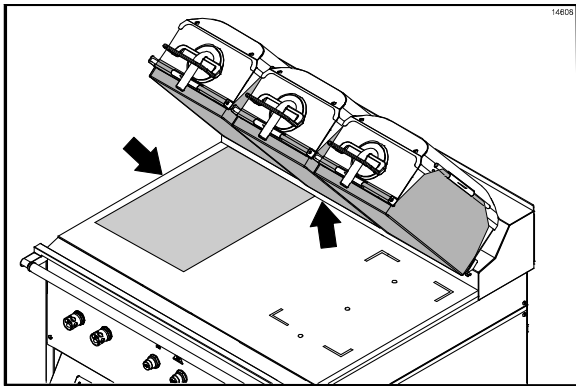

Abbildung 17
8. Die untere Trennfolie so halten, dass die schmale Seite der Rückseite des Grills zugewandt ist und die Längsseite etwa 2,5 cm vom Seitenrand der Grillfläche entfernt ist. Die rückwärtige Kante der Trennfolie am rückseitigen Spritzschutz sowie auf die Seitenkante des Grills ausrichten. (Siehe Abbildung 17.)